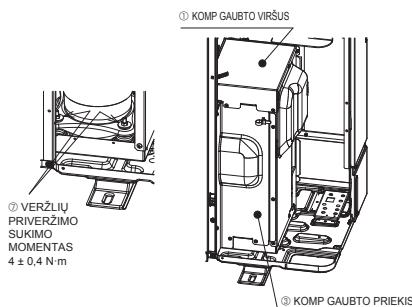

Fig. 4-2
- Išėmę KOMP fiksujamąias dalis, būtinai priveržkite veržles ir vėl uždėkite KOMP GAUBTO VIRŠU ir KOMP GAUBTO PRIEKIĮ į jų pradinės vietas. (Fig. 4-2)